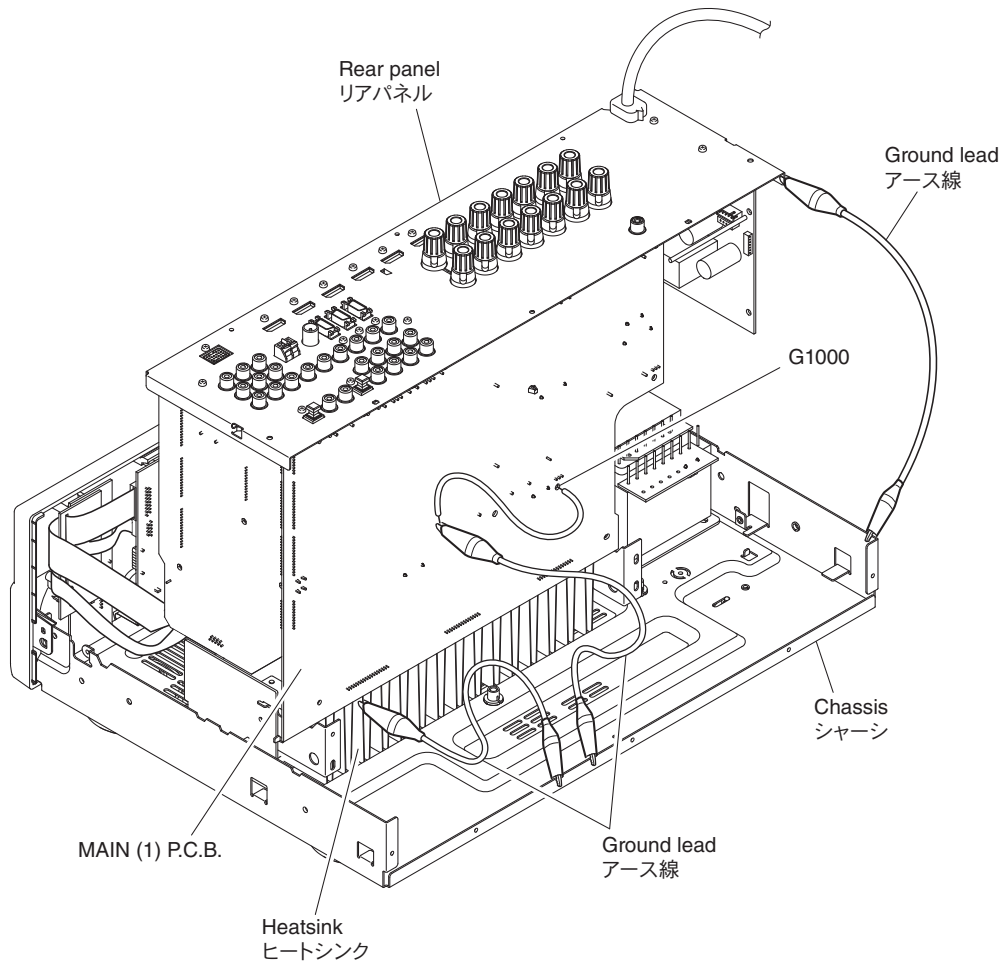

Fig. 4
- Place the P.C.B.s (with rear panel) upright. (Fig. 4)
- Connect the heatsink, rear panel and G1000 on MAIN (1) P.C.B. to the chassis with a ground lead or the like. (Fig. 4)
- リアパネルと一緒に P.C.B. を立ち上げて置きます。(Fig. 4)
- ヒートシンク、リアパネル、MAIN (1) P.C.B. の G1000 のアースをリード線等でシャーシに接続してください。(Fig. 4)